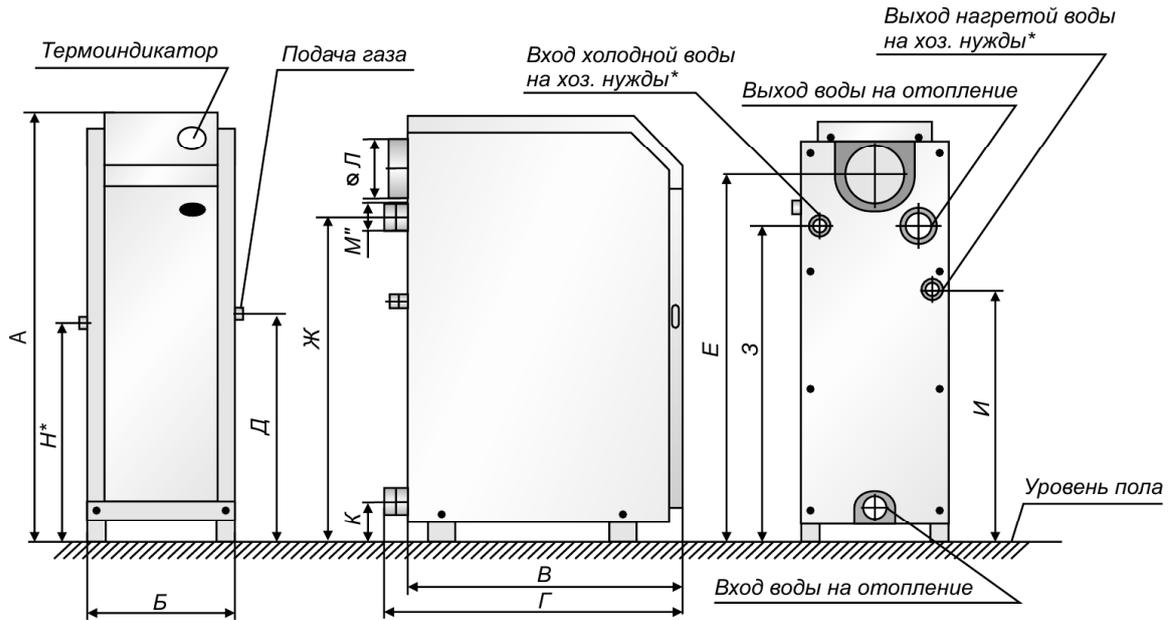
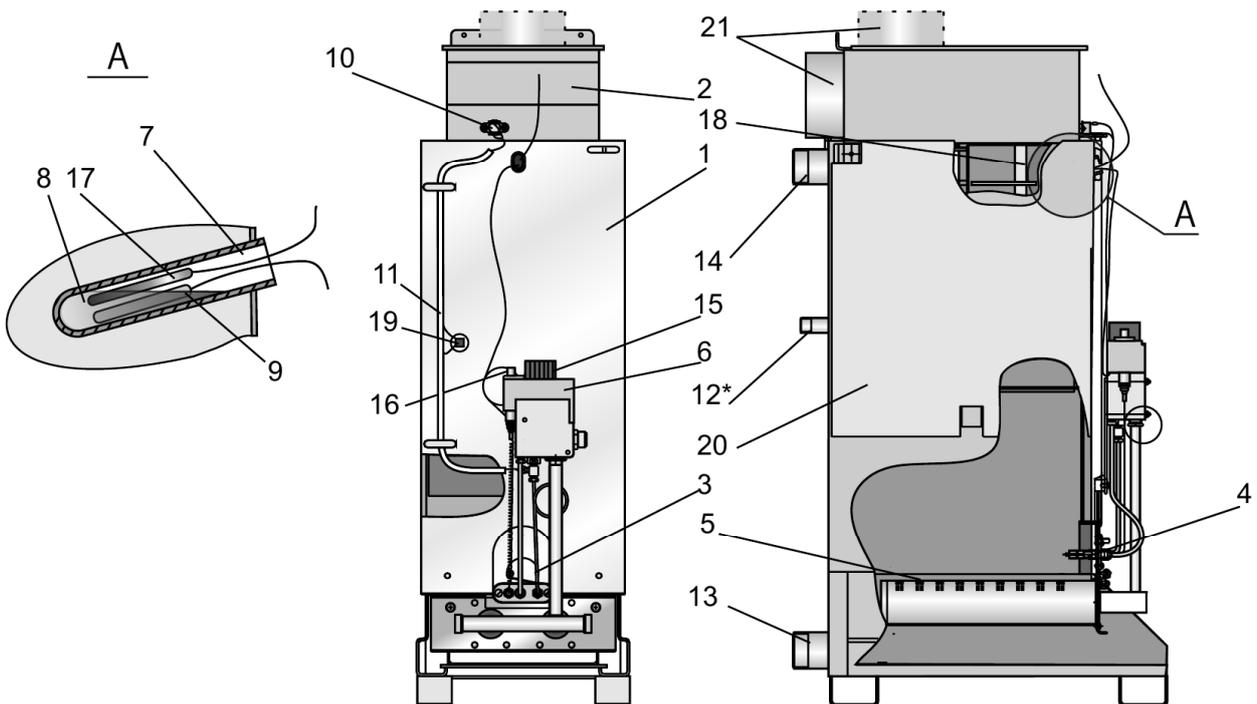

Рис. 1 Общий вид котла "Житомир-3"
Рис. 2 Схема конструкции котла "Житомир-3"
Габаритные размеры, мм, не более	см. табл.2, (рис.1)
5.1. Котёл, рис.1 выполнен в виде напольного шкафа прямоугольной формы, лицевая сторона которого закрыта дверкой, обеспечивающей доступ для запуска котла и управления его работой.
Котёл состоит из следующих основных частей: корпуса котла поз.1 рис.2, который состоит из топки и теплообменника. В теплообменнике котла установлены турбулизаторы поз. 18 для наиболее полного отбора тепла при сжигании природного газа и передачи его теплоносителю; газохода поз. 2; горелок: основной поз.5 и запальной поз.4; автоматики безопасности с газовым клапаном поз.6; патрубков подвода поз.13 и отвода теплоносителя поз.14. В котлах с встроенным водонагревателем предусмотрены присоединительные патрубки поз.12. На лицевой части корпуса котла расположено смотровое окно поз.3 для контроля за розжигом и работой котла. В стаканчик поз.7 установлен баллон термоиндикатора поз.17 и термобаллон поз.9 газового клапана, служащий для управления его работой. Термостат (датчик тяги) поз.10 служит для обеспечения его безопасной работы. Для наиболее полного отбора тепла снаружи корпус котла покрыт теплоизоляцией и декоративным стальным кожухом, покрытым порошковой эмалью. В верхней части кожуха котла установлен термоиндикатор для контроля температуры воды в котле, рис. 1.
5.2 Водонагреватель 12 (рис.2) работает по принципу "вода-вода", т.е. температура воды, которая идет на хозяйственные нужды, зависит от температуры воды в котле. Поэтому для получения максимального количества горячей воды необходимо
Рис. 2а Схема конструкции котла "Житомир-3" модели КС-Г-080СН, КС-ГВ-080СН
6.8 При установке котла в систему отопления с открытым расширительным сосудом установка датчика перегрева (п.19, рис.2) не требуется, при условии, что отказ термостата управления не вызывает опасную ситуацию для пользователя или повреждение котла (ГОСТ Р 51733-2001).